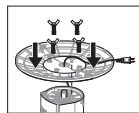

рис. 4
- Совместите выступы на нижней части корпуса вентилятора с отверстиями на основании (1)), закрепите основание (1), завернув фигурные винты по резьбе, по часовой стрелке (рис. 4).